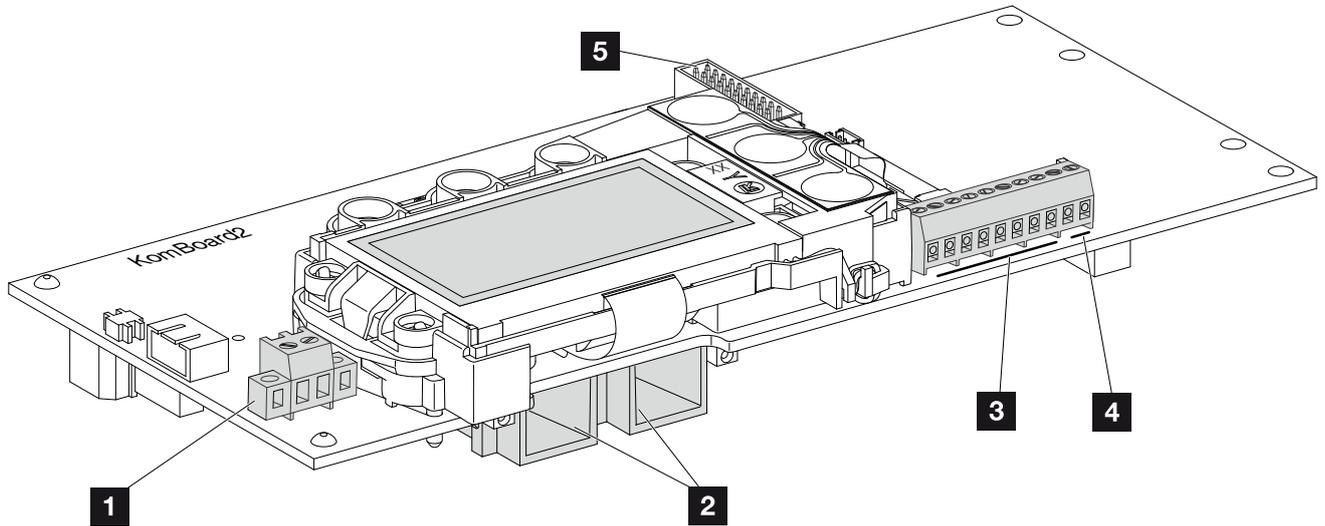

Fig. 34: componenti della comboard
6. Inserire i connettori delle stringhe CC sull'inverter.  **Fig. 34**